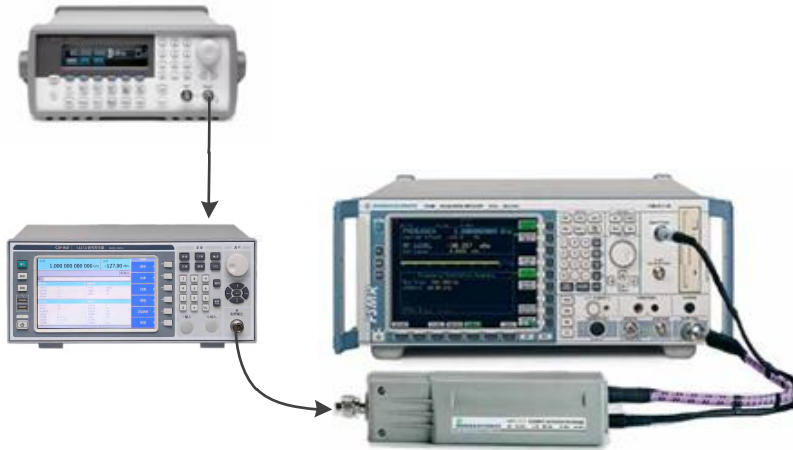

图 8.11 调幅准确度测试
- 步骤 1.** 开机复位, 预热至少 30 分钟。按图 8.11 连接设备。
同图 8.11.
步骤 1. 开机复位, 预热至少 30 分钟。按图 8.11 连接设备。
步骤 1. 按图 8.11 连接设备。
同图 8.11。